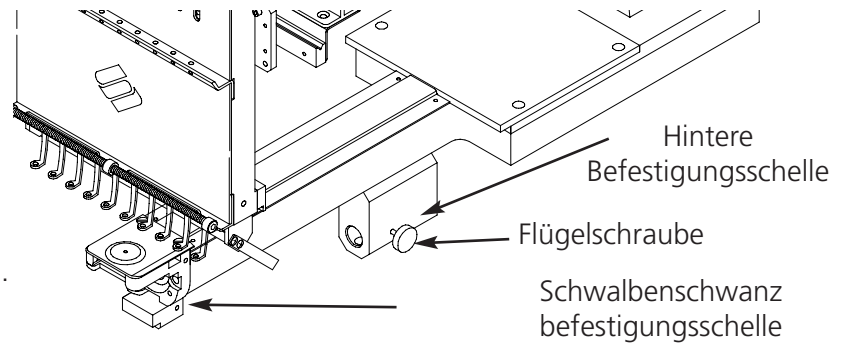

Abbildung 3-3
5. Installieren Sie den Antrieb; führen Sie die Kappenantriebswelle in das Loch der hinteren Befestigungsschelle. Setzen Sie gleichzeitig die Schwalbenschwanz-Befestigungsschelle des Antriebs in die weibliche Schwalbenschwanz-Befestigungsschelle. Siehe Abb. 3-3.